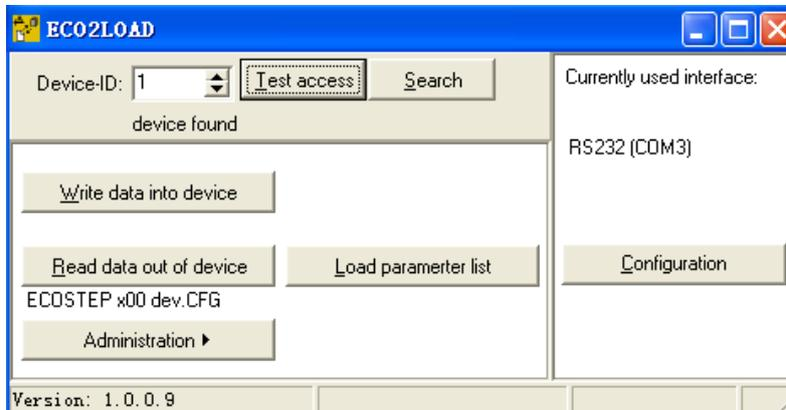

图 13
3. 在“Device-ID”里面设置好驱动器的 ID 后就可以点击“Test access”测试是否可以连接到驱动器。如图 13